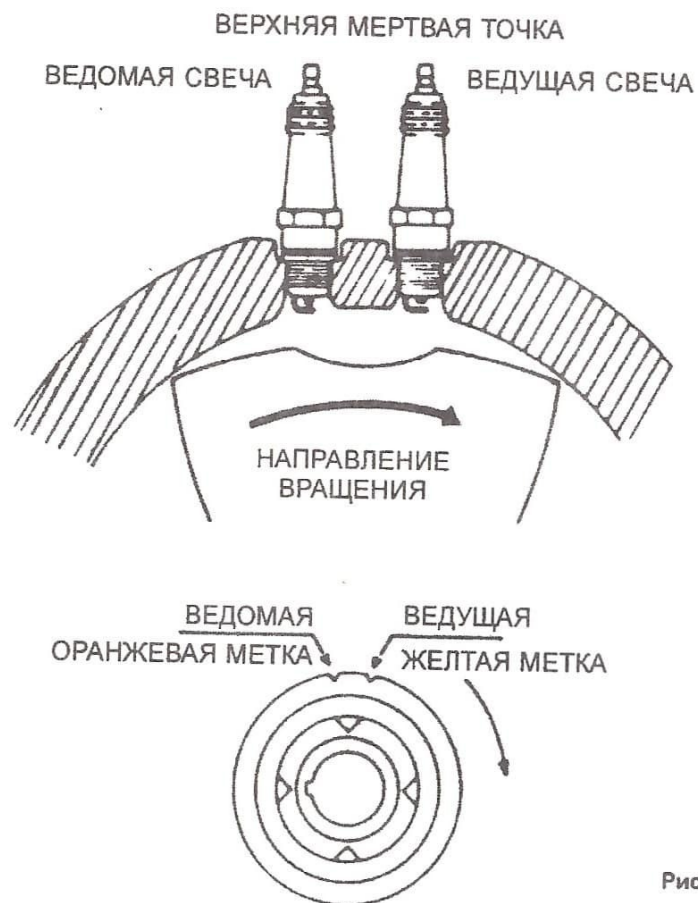

Рисунок 6
3. Направьте вспышку стробоскопа на установочные метки и медленно вращайте распределитель вправо и влево пока установочные метки не совместятся с указателем. См. рис.6. Остановите двигатель.